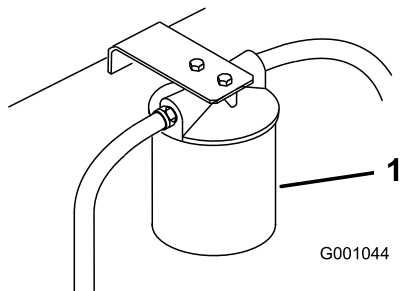

Figura 60
3. Coloque un recipiente bajo el filtro, retire el filtro usado y limpie con un paño la superficie de la junta del adaptador del filtro (Figura 60).